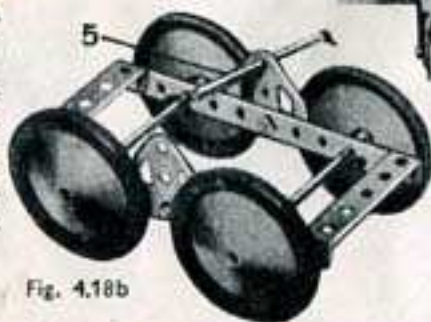

Fig. 4.18b
La Fig. 4.18b montre la construction du bogie arrière. Ce dernier est fixé au camion au moyen d'une Tringle 5 qui passe à travers les trous des Bandes de 3 cm. (6) et à travers les trous supérieurs des Embases triangulées plates boulonnées au bogie. La Tringle est fixée au moyen de Clavettes.